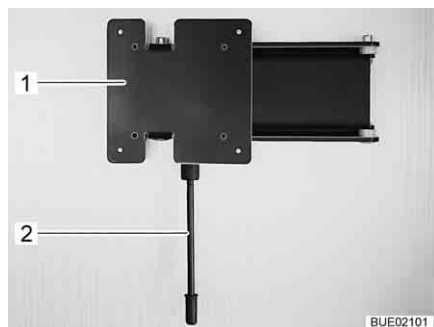

Fig. 76 Support mural
- Tirer le levier de déverrouillage (Fig. 76,1) vers le bas et faire pivoter le support (Fig. 76,2) et l'écran plat pour les amener en position souhaitée.